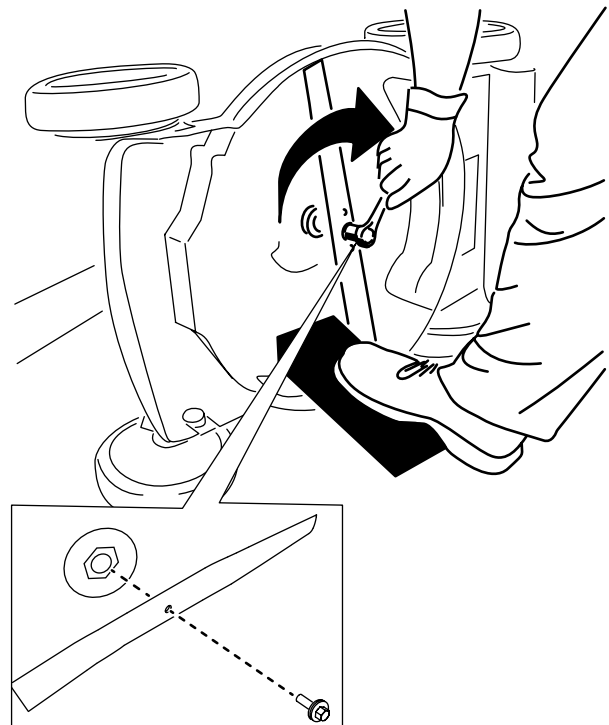

Figure 16
4. Montez la lame et le boulon de lame de rechange (Figure 16).